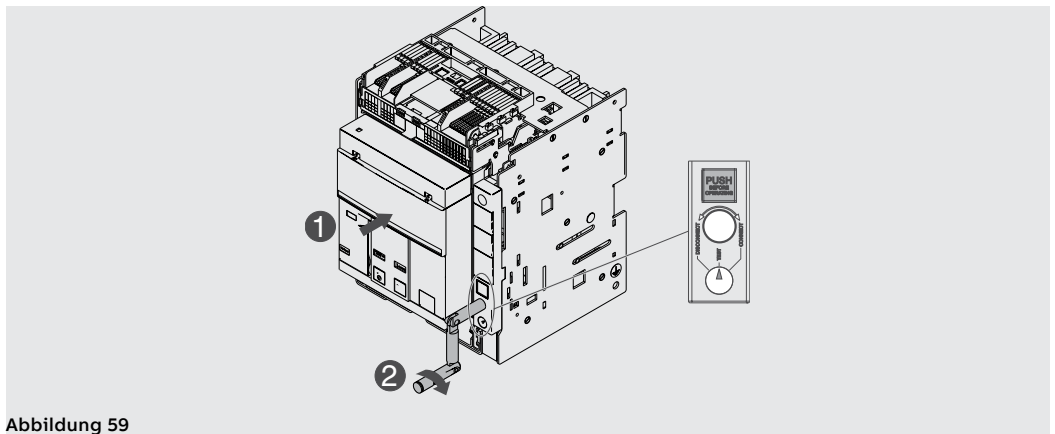

Abbildung 59
6. Den Schalter gedrückt halten. Die Handkurbel im Uhrzeigersinn drehen, bis die Taste austritt. Die Anzeige meldet nur die Stellung des Leistungsschalters in der Position **TEST**. Siehe Abbildung 59.